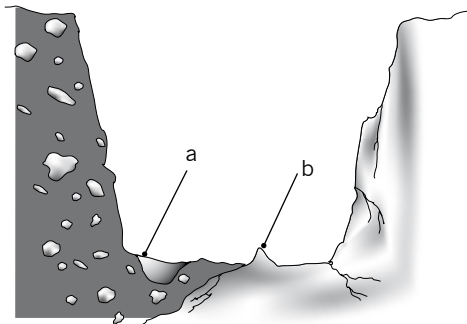

Figur 1d
11. Montera den medföljande märkskylten K på insidan av PE-halsen (figur 1d).